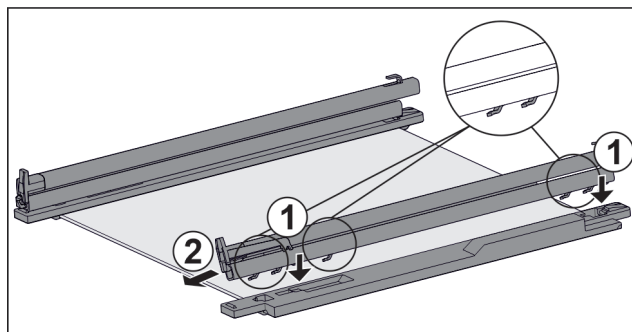

Fig. 59 Стъклена плоча с релси и задържащи части
- ▶ Поставете куките на релсата върху отворите на **лявата** задържаща част. Fig. 59 (1)
- ▶ Издърпайте релсата напред. Fig. 59 (2)
- ▶ Поставете куките на релсата върху отворите на **дясната** задържаща част. Fig. 59 (1)